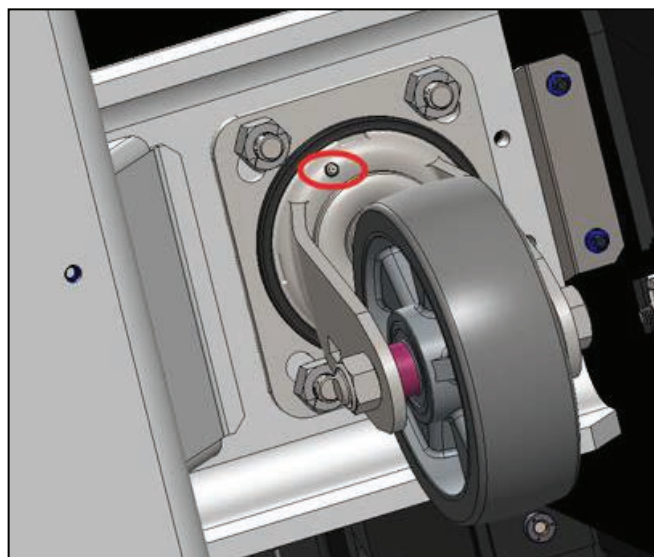

图8-6 带Zerk附件（红色圈）的ESD脚轮
6. 使用润滑脂枪通过叉臂轴承中的Zerk附件仅涂抹两泵润滑脂，如图8-6中所示。避免将润滑脂涂抹在轮子上。